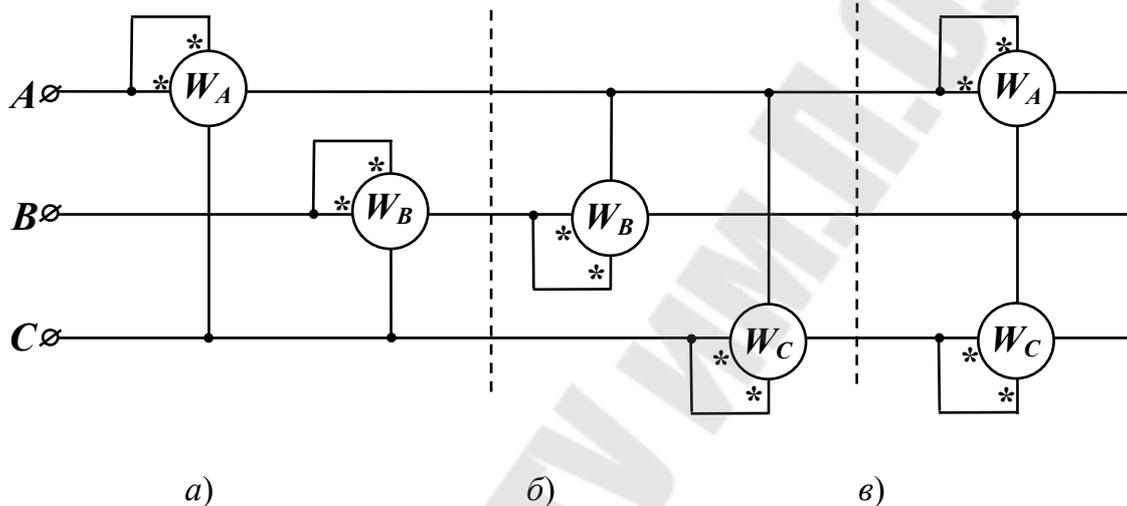

Рис. 8.2
При этом приборы могут быть включены в трехпроводную цепь тремя равноценными способами, показанными на рис. 8.2, а–в.
2. Собрать цепь по схеме рис. 8.2, взяв то же значение E_ϕ и ту же нагрузку, что и в п. 1. Произвести измерение мощности трехпроводной цепи методом двух ваттметров (одним из трех способов) и занести результат измерений в табл. 8.3, воспользовавшись формулой (8.2).